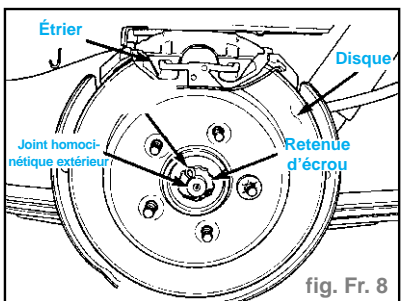

fig. Fr. 8
- Déposer la goupille fendue et la retenue d'écrou de la fusée du joint homocinétique extérieur (fig. Fr. 8).
- Poser la retenue d'écrou et la goupille fendue sur la fusée du joint homocinétique (fig. Fr. 8).